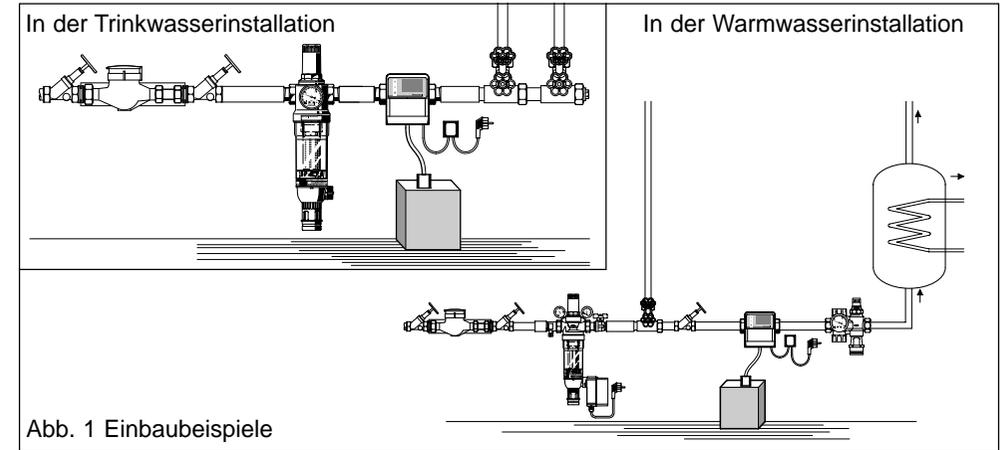

Abb. 1 Einbaubeispiele
- Auf der waagrechten Rohrleitung, unmittelbar auf dem Wasserzähler (Abb.1).